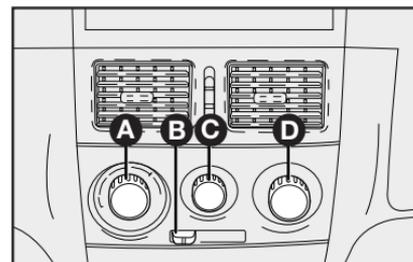

fig. 61
### COMANDOS - fig. 61
1) Mando para la temperatura del aire **A-fig. 61** totalmente posicionado a la izquierda.
2) Cursor del ventilador **C-fig. 61**: posicionado en la velocidad máxima.
3) Mando para la distribución del aire **D-fig. 61** indicador en , para controlar que todas las salidas de aire estén abiertas.
4) Conecte el aire acondicionado abriendo el selector **C-fig. 61**.
El aire acondicionado es muy útil para acelerar el desempañamiento porque deshumece el aire. Es suficiente regular los mandos para la función de desempañamiento, y activar el aire acondicionado, presionando el pulsador **C-fig. 61**.
1) Acondicionador de aire conectado **C-fig. 61**.